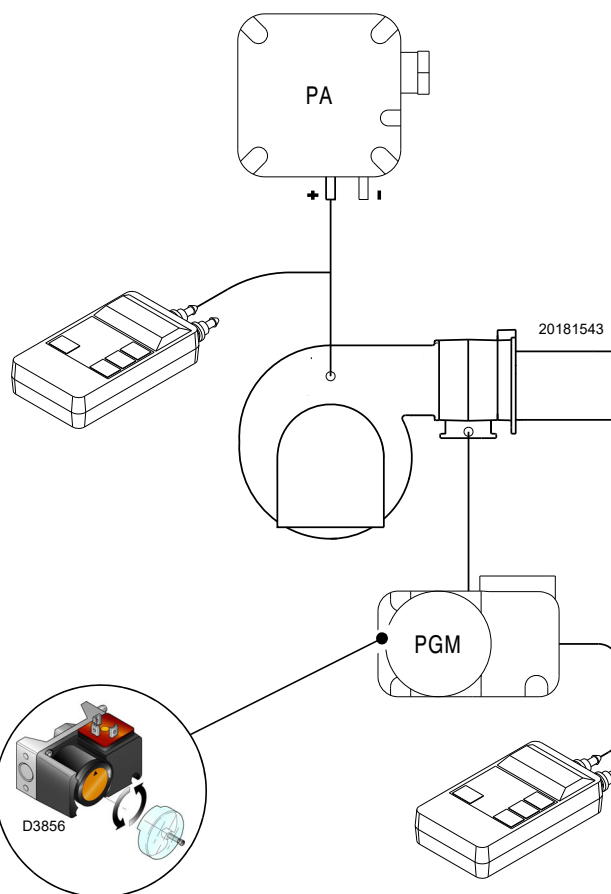

Fig. 31
- Régler le pressostat gaz seuil maximum (Fig. 31 à la page 28) en fin d'échelle.
Effectuer le réglage du pressostat gaz seuil maximum (Fig. 31) après avoir effectué tous les autres réglages du brûleur avec le pressostat gaz seuil maximum réglé en fin d'échelle.